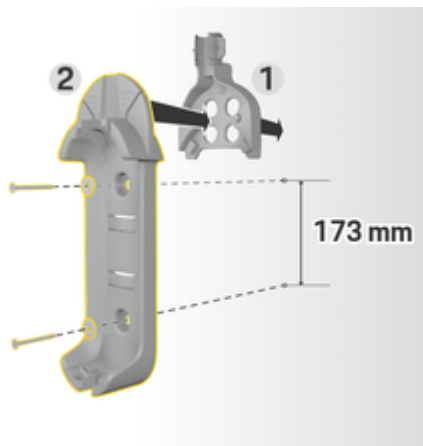

Рис. 152 Размеры под отверстия
3. Вдавите базовое настенное крепление 2 (Рис. 152) спереди в кабелепровод 1 (Рис. 152).